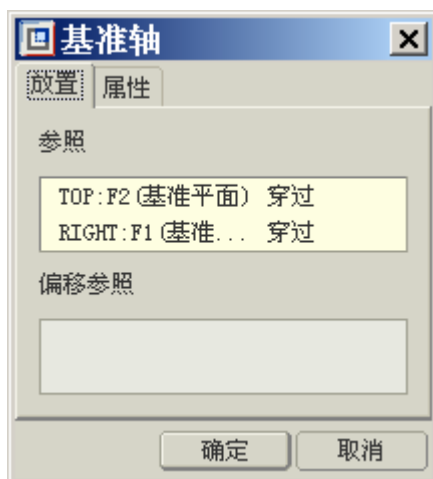

图 34-5
- (1) 单击特征工具栏中的  按钮，打开【基准轴】对话框。
- (2) 按下 CTRL 键，在模型中分别选择基准面 TOP、RIGHT，在对话框中设定为“穿过”，如图 34-5 所示。